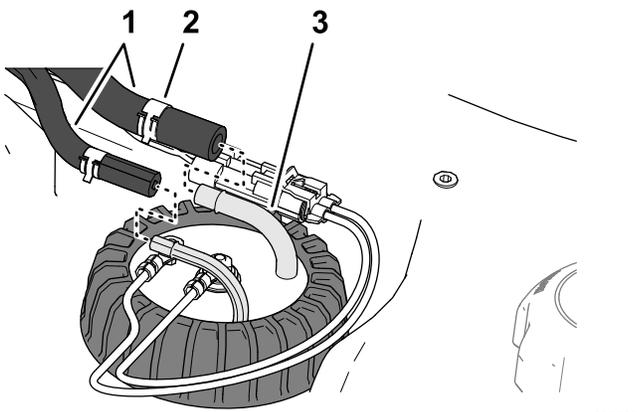

图 91
5. 将软管组装到燃油发送器的接头上并用夹子将软管固定到接头上图 91。